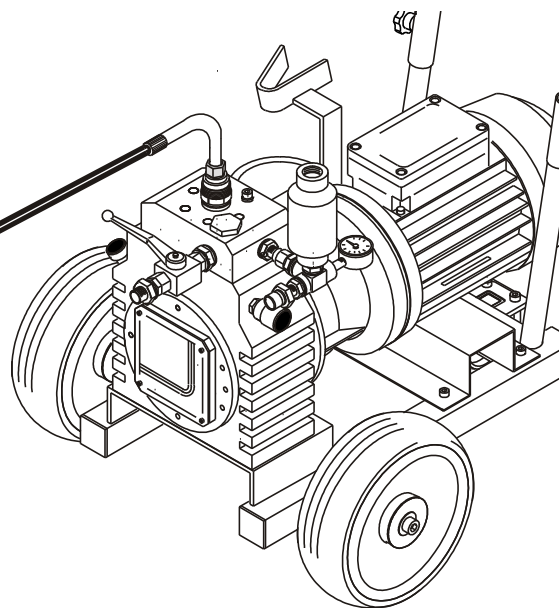

Fig. 31
1) Sollevare dal contenitore il tubo di aspirazione ed il tubo di ricircolo, facendo attenzione a non far cadere il prodotto sul terreno (fig. 31).